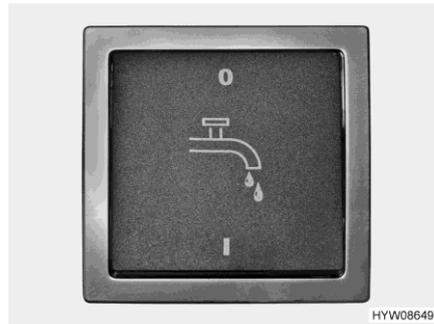

Fig. 153 Interruttore (pompa dell'acqua)
- ▷ Prima di poter utilizzare le rubinetterie dell'acqua, è necessario inserire l'alimentazione a 12 V sul pannello di controllo e la pompa dell'acqua dall'interruttore (Fig. 153). In caso contrario la pompa dell'acqua non funziona.